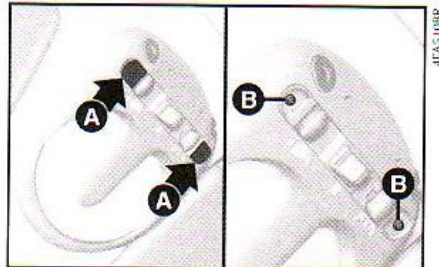

fig. 43
#### LUZ INTERNA DIANTEIRA - figs. 43 ou 44
1) Retirar os tampões de plástico **A**-fig. 43 ou 44.